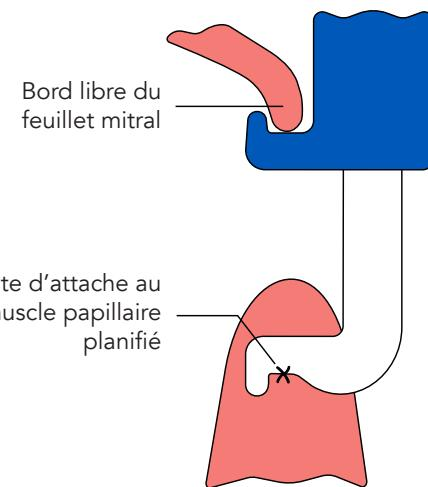

Figure 2 :
- Utiliser le bouton à glissière pour amener le crochet papillaire jusqu'au site d'attache au muscle papillaire planifié (tel qu'illustré à la figure 2).